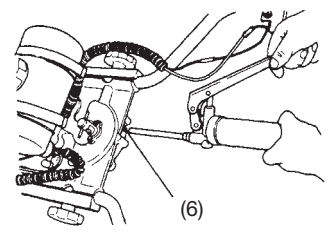

Abb. 11
- 1) Alle 50 Betriebsstunden das Getriebegehäuse über den Schmiemippel mit Mehrzweckschmierfett auffüllen (Abb. 11).